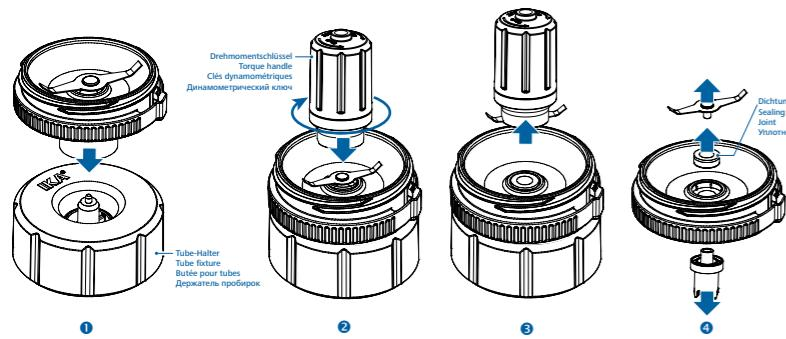

Fig. 5
- Zum Reinigen und Ersetzen der Dichtung bzw. wenn sich mit der Zeit der Schläger oder die Dichtung abnutzen, entfernen Sie diese bitte wie in **Fig. 5** gezeigt:
- When the beater or coupling is used for long time, remove them as shown in **Fig. 5** for cleaning and replacing the sealing ring: